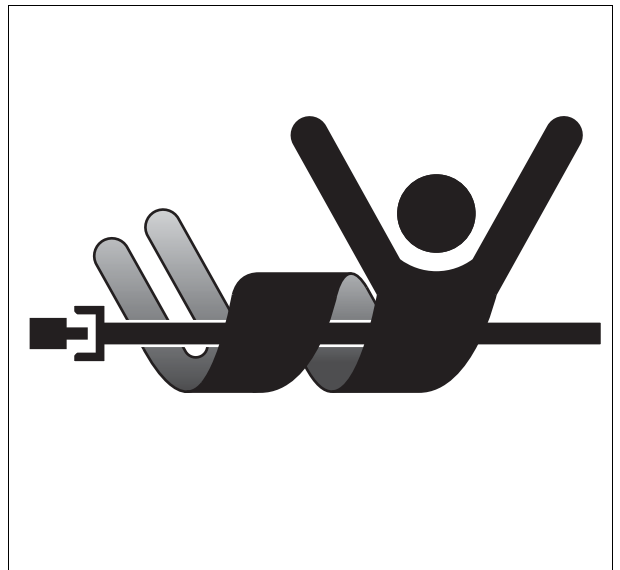

Fig. 7.
- Asegúrese de que todos los dispositivos de seguridad del eje de la toma de fuerza estén en su sitio y compruebe todas las pegatinas de seguridad fig. 7.